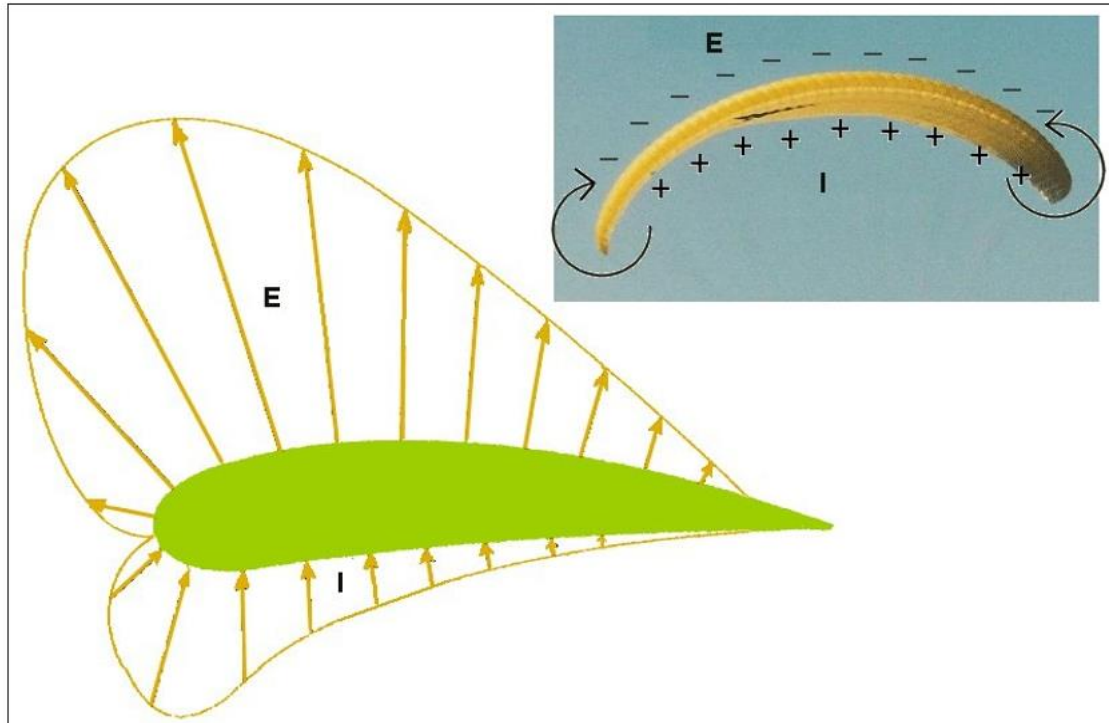

Figure A17 : Répartition des forces aérodynamiques autour d'un profil. E = extrados = aspiration. I = intrados = pression.
**Répartition de la portance** : On peut décomposer la portance en nombreux vecteurs répartis autour du profil d'une aile exposée au vent avec une incidence faible. Voir figure A17.